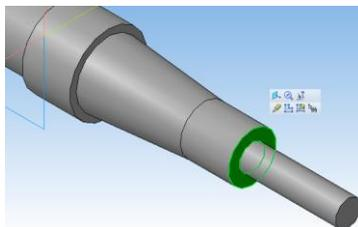

Рис.10
8.2 Одна из ступеней вала представляет собой призму. Чтобы построить квадратный профиль, необходимо щелчком мыши выбрать торец цилиндра (поверхность выделится зеленым цветом, (см. рис. 10), и зайти в **Эскиз** .